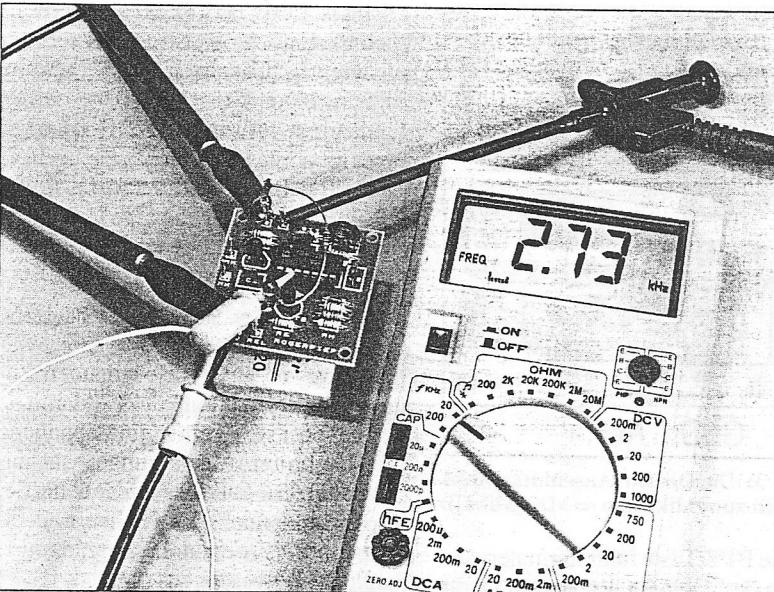

Bild 7: Schon mit dem Multimeter ist ein Schaltungstest möglich; beim Erden von Pin 2 des ICs kann man die Frequenz des Oszillators nachmessen.
■ Wenn Sie die für die Taste vorgesehenen Anschlüsse überbrücken, muß die Leuchtdiode erstrahlen und nach dem Loslassen ein bisschen nachleuchten; bei einer Verzögerungszeit von 0,1 s ist das kaum wahrnehmbar, aber wenn Sie C2 provisorisch vergrößern (220 nF oder 470 nF parallelenschalten), dann kommen Sie auf wahrnehmbare Zeiten. Beim Erden von Punkt B (Pin 2 des ICs an Masse legen) schaltet T2 ständig durch, und der Oszillator erzeugt Dauerton (Bild 7). Das Erden ist an dieser Stelle zulässig, weil der Gatterausgang von G2 hochohmig entkoppelt wird, von dem Kurzschluß also nichts bemerkt.